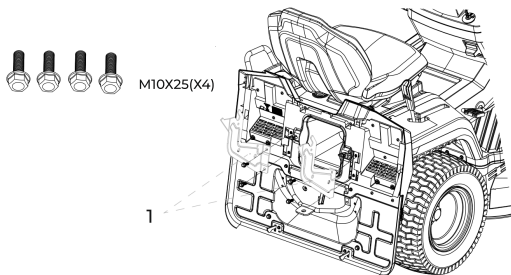

Рис. 9
### 6.8. Установка поворотного крепления (рис. 9)
- Установите поворотные кронштейны (рис. 9, поз 1) с помощью 4 болтов (M10x25).